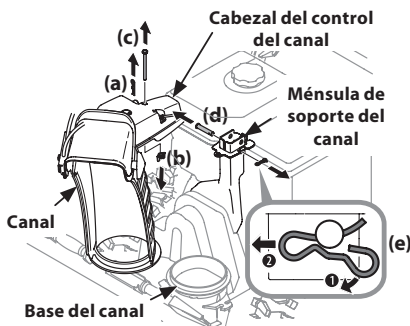

Figura 2-27
1. Retire el sujetador de horquilla (a), la tuerca de mariposa (b) y el tornillo hexagonal (c) del cabezal de control del canal, y el pasador de horquilla (d) y el pasador de chaveta con unión curva (e) de la ménsula de soporte del canal. Consulte Figura 2-27.